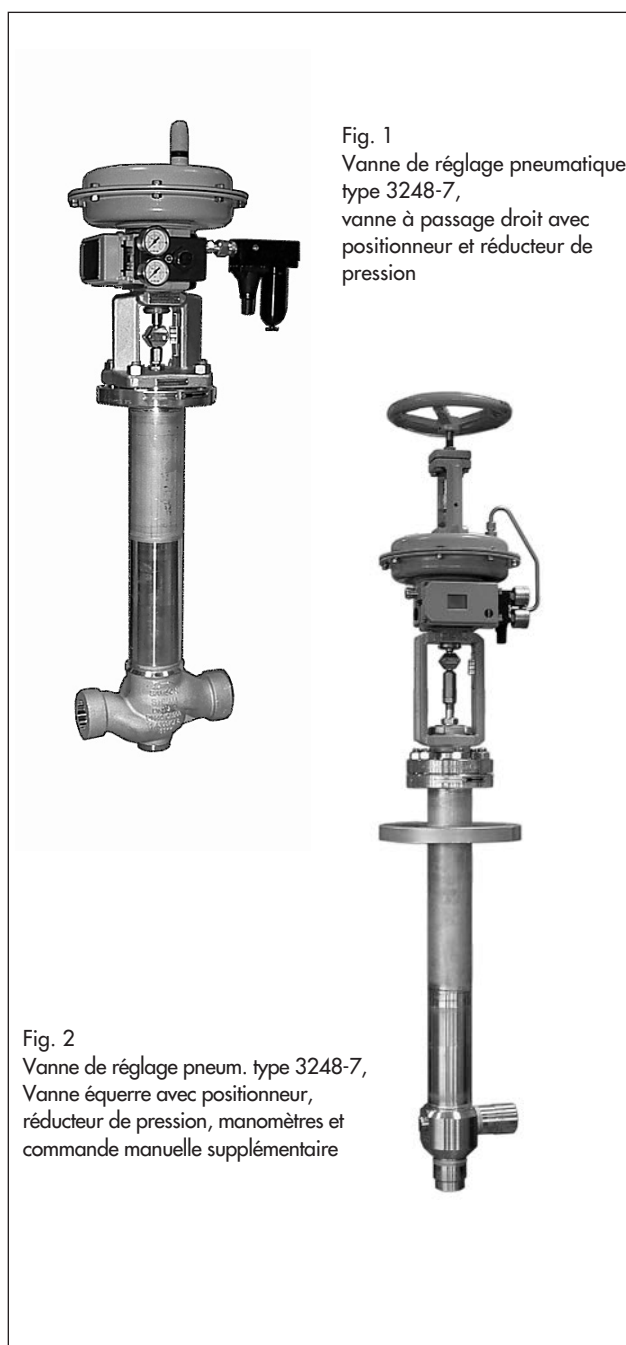

Fig. 1
- **Type 3248-7** (Fig. 1 et 2) · avec servomoteur pneumatique type 3277 pour le montage sur un positionneur intégré (voir feuille technique T 8310-1 FR), surface active 240 à 700 cm²